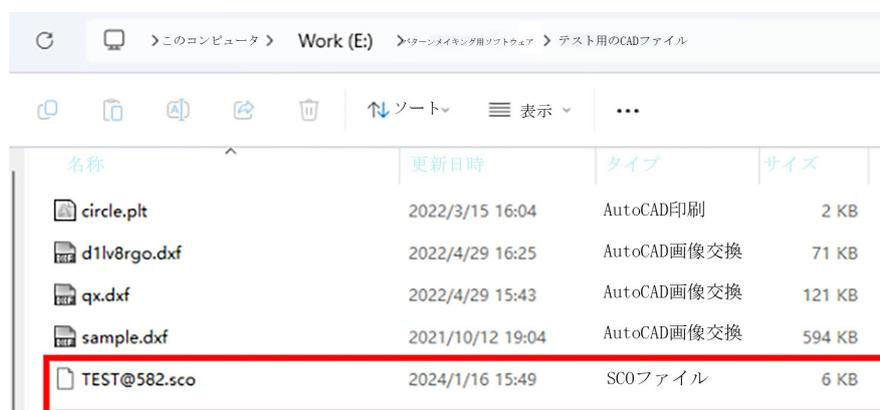

図 5.7.1d ファイルの場所
③「保存」ボタンをクリックすると、対応するフォルダにこのファイルを確認できます。具体的な操作は図 5.7.1d の通りです。